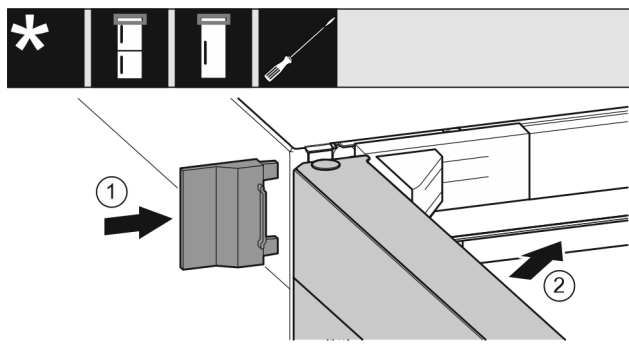

Fig. 21
- ▶ Надвиньте внешнюю крышку. Fig. 21 (1)
- ▶ Закройте верхнюю дверь. Fig. 21 (2)